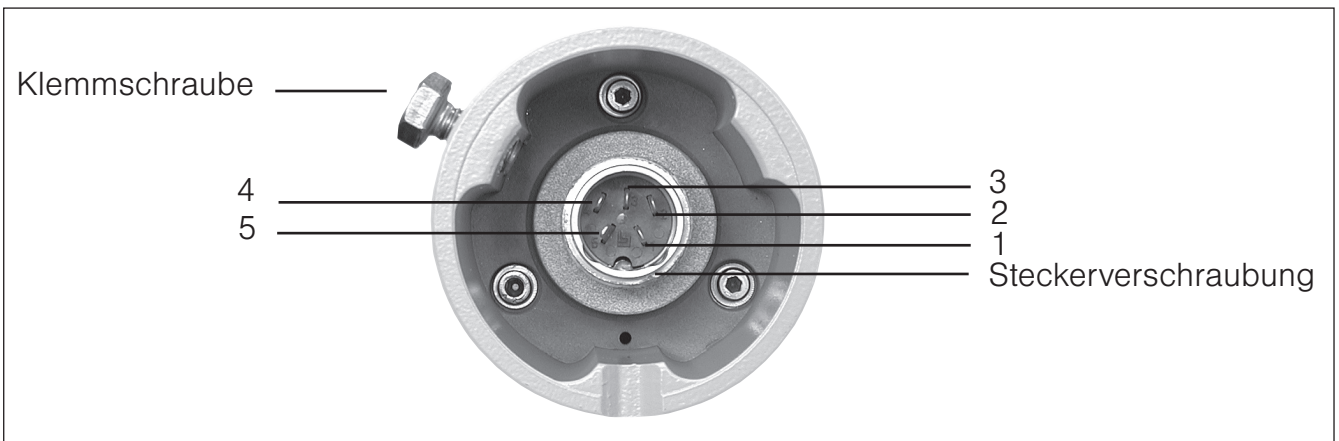

Abb. 4 Ansicht von unten: Kontaktkennzeichnung
- Befestigen Sie den Messwertgeber mit den Klemmschrauben (Abb. 4) auf dem Standrohr.